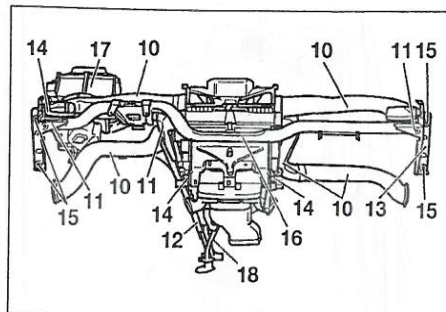
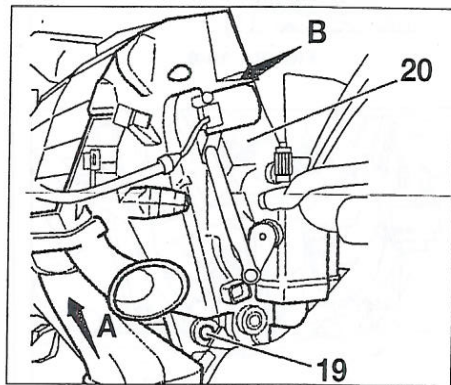

FIGURA 10-6
FIGURA 10-7
- Desmontar (figura 10-6):
- los conductos de aire (10).
- las masas (11).
- el tirante (12).
- el tornillo de fijación (13) del soporte BSI.
- los tornillos de fijación (14) y (15).
- el travesaño (16).
- el conducto (17).
- el tubo de evacuación (18).
- Desmontar el tornillo de fijación (19) (figura 10-7).
- Separar el grupo de calefacción (20), tirando de (A) y a continuación en (B) (figura 10-7).